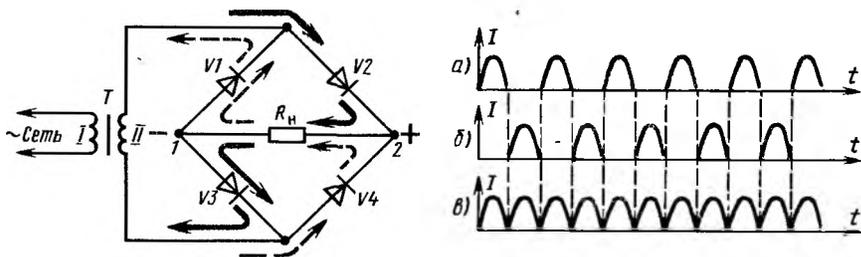

Рис. 78. Двухполупериодный выпрямитель с сетевым трансформатором
Оба эти недостатка устранены в выпрямителе с трансформатором (рис. 78). Здесь выпрямляется не напряжение электросети, а напряжение вторичной (II) обмотки сетевого трансформатора Т. Поскольку эта обмотка изолирована от первичной сетевой обмотки I, радио-конструкция не имеет контакта с сетью и к ней можно подключать заземление.
В выпрямителе на рис. 78 четыре диода, включенные по так называемой мостовой схеме. Диоды являются плечами выпрямительного моста. Нагрузка Rн включена в диагональ 1—2 моста. В таком выпрямителе в течение каждого полупериода работают поочередно два диода противоположных плеч моста, включенных между собой последовательно, но встречно по отношению ко второй паре диодов. Следи внимательно